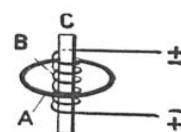

FIG. 5. — PRINCIPE DES FOURS A INDUCTION
Dans la maçonnerie du four est ménagée une rigole A, où l'on charge les morceaux du métal à fondre; on recouvre ensuite la rigole d'une série de briques formant voûte. Le barreau C de la figure 5 est remplacé par un cadre B en acier doux, dont l'action est plus efficace.
Le principe des fours à induction est extrêmement simple (fig. 5). Une bobine B, dite inductrice ou bobine primaire, comportant un grand nombre de tours de fil conducteur, 300 par exemple, reçoit du courant alternatif d'intensité relativement faible et sous haute tension, 3.000 volts par exemple. Un anneau de métal A entoure la bobine B; il sera le siège de courants induits (1) et fournira ainsi un circuit fermé à spire unique.